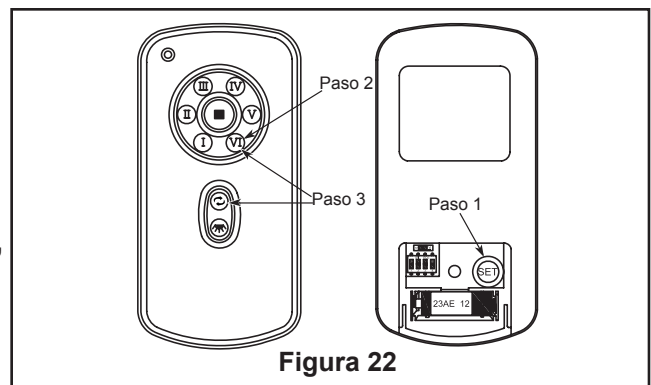

Figura 22
- ☐ 3. Configuración del mando a distancia y proceso de configuración de la velocidad (RPM): (Figura 22)
Paso 2: Configuración de la velocidad: Cuando haya completado el paso 1, pulse/suelte el botón de alta velocidad (VI) y deje que el ventilador funcione durante 120 segundos. Así se configurará las velocidades del sistema electrónico del motor.